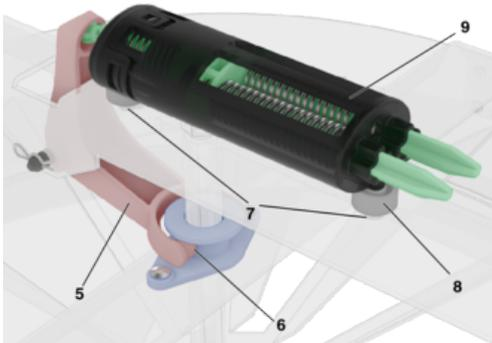

Abb. 13: Hebel entfernen und Antrieb entnehmen
3. ▶ Den Hebel (Abb. 13/5) aus der Hülse der Linearbuchse (Abb. 13/6) herausnehmen.
4. ▶ Die beiden Befestigungsschrauben (Abb. 13/7) des thermischen Stellantriebes lösen, die beiden Schrauben und die Abstandshalter (Abb. 13/8) aufbewahren.
5. ▶ Den alten Stellantrieb (Abb. 13/9) entnehmen und entsorgen.